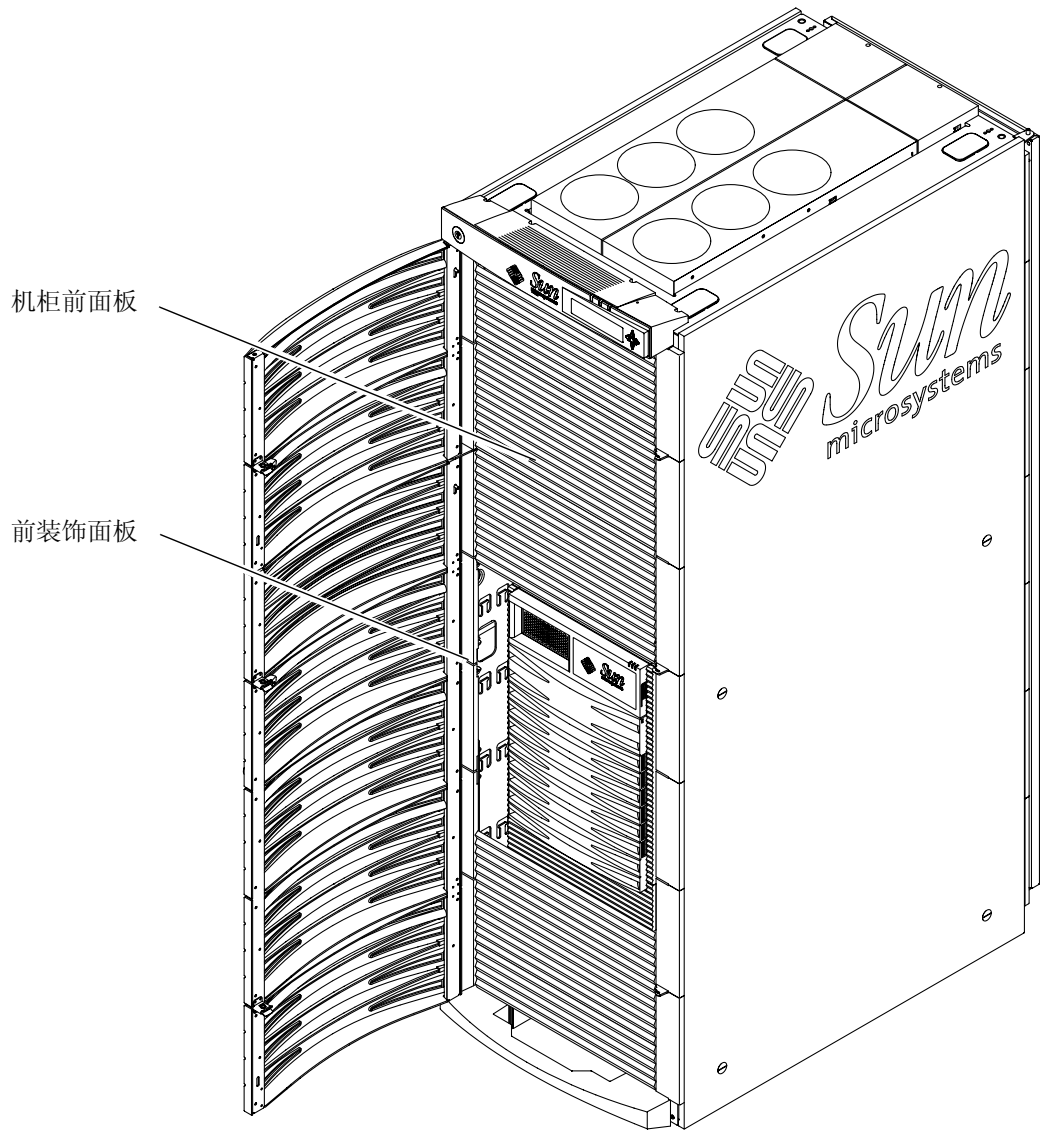

图 2-6 机柜前面板位置
2. 通过紧固每一面板前端左右两侧的螺丝，固定其余的面板（图 2-6）。